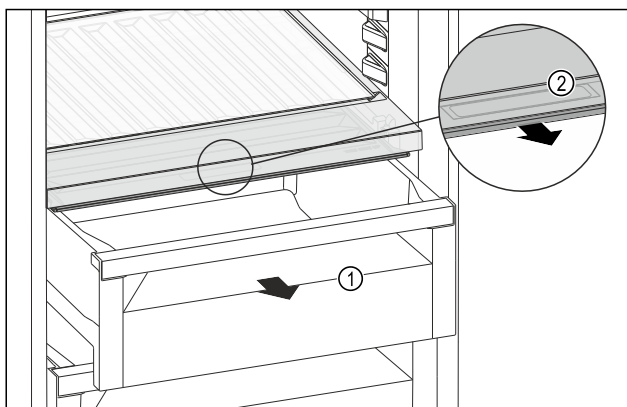

Fig. 118
- Húzza ki a fiókot Fig. 118 (1).
- Fogja meg a süllyesztett fogantyút Fig. 118 (2) a rekeszfedélen, és ezzel egy időben húzza előre felé a rekeszfedelet.